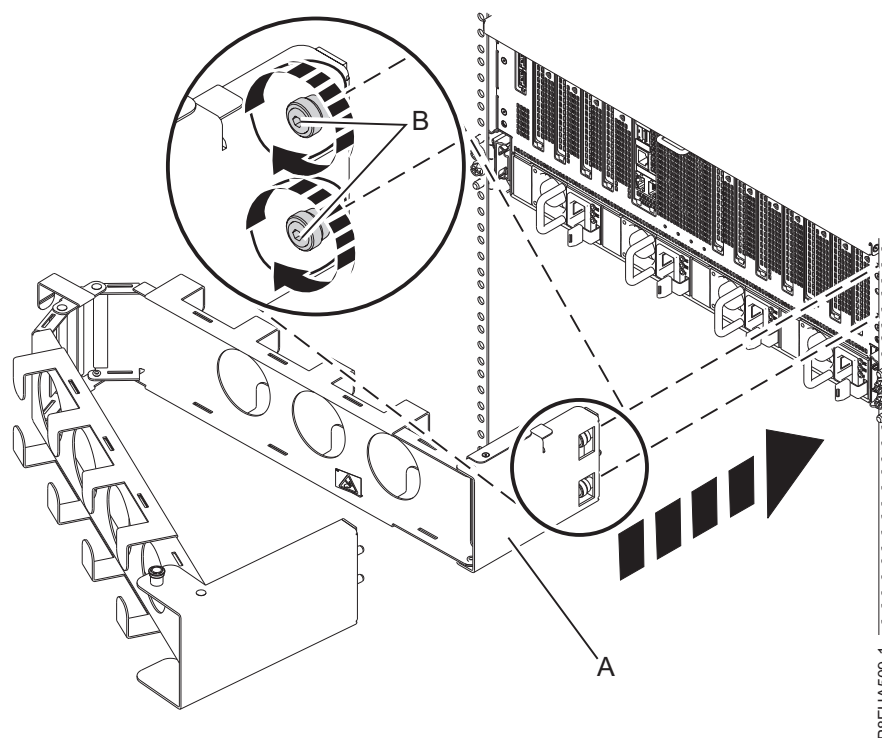

Figura 17. Conectando a placa interna ao chassi do sistema
1. Conecte a placa interna **(A)** ao chassi do sistema apertando manualmente os dois parafusos cativos **(B)** por meio dos furos roscados no chassi, conforme mostrado em Figura 17 na página 18. Use a ferramenta hexa T25 que foi incluída com seu sistema para apertar mais os parafusos.